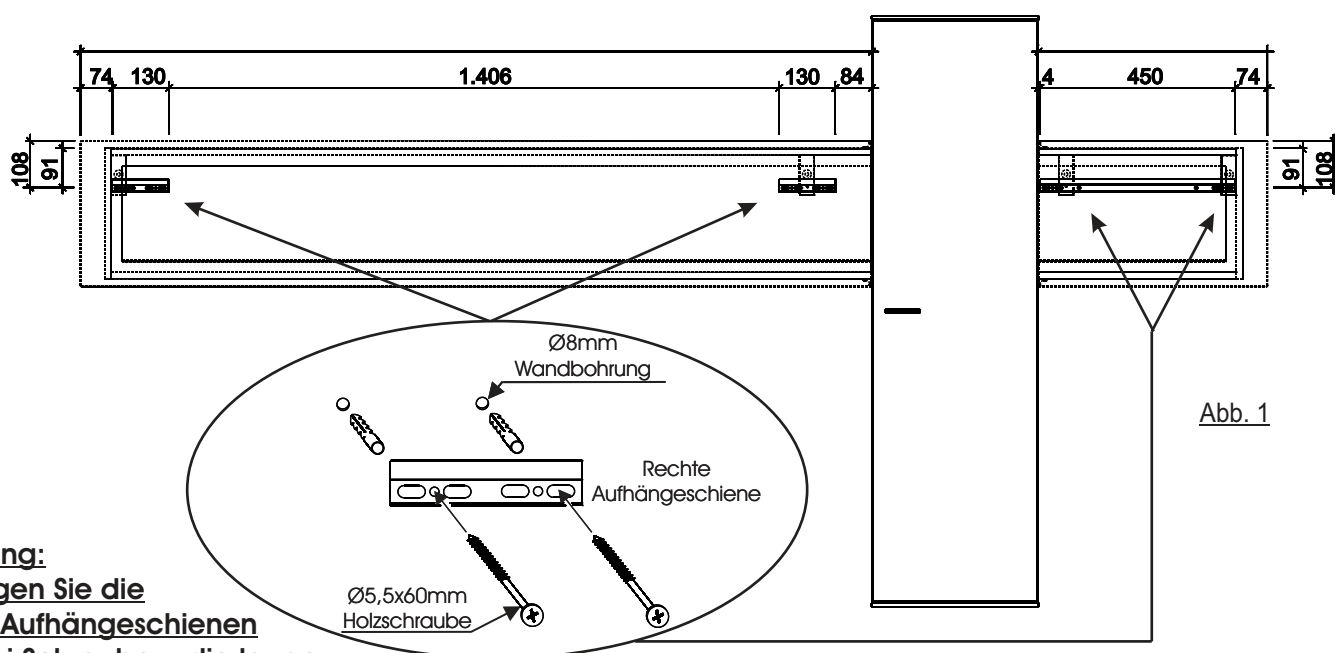

Abb. 1
3. Anschließend montieren Sie die Wand - Aufhängeschienen für die Wandpaneele. Hierzu sind im Beslagsbeutel die kurzen Aufhängeschienen, Kunststoffdübel und Schrauben beigelegt. Die Aufhängeschiene für das kurze Paneel befindet sich am Paneel selber. Montieren Sie die Schienen wie in Abbildung 1 dargestellt.